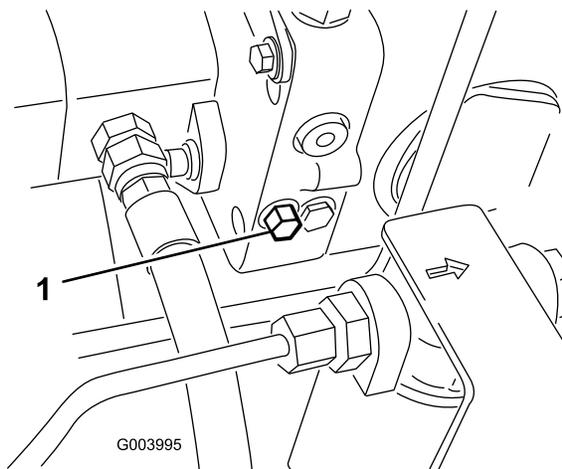

図 36
1. バイパスバルブはヒドロスタットの左側にある図 36。バイパスバルブを右または左11.5回転させると内部でバイパスが形成される。これにより、トランスミッションを破損することなく、機械を押して低速で移動できるようになる。